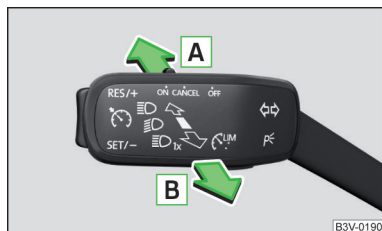

Fig. 54
- Para **encender** el sistema, presionar la palanca de mando en la posición con resorte **A** » fig. 54, en la pantalla del cuadro de instrumentos combinado ilumina el testigo de control .
- Para **apagar** automáticamente la luz de carretera encendida, presionar la palanca en la posición con resorte **B** » fig. 54, el testigo de control  se apaga.
- Para **encender manualmente** la luz de carretera, presionar la palanca en la posición con resorte **A** » fig. 54, el testigo de control  se apaga.